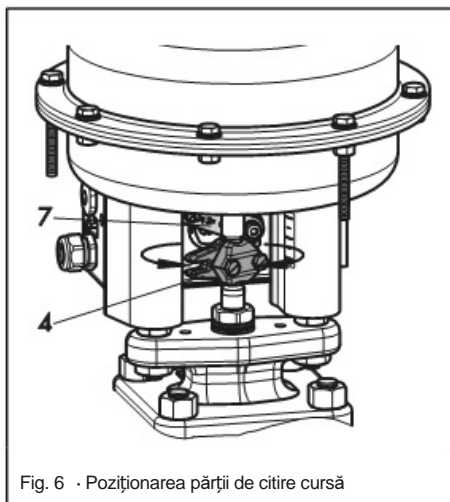

Fig. 6 · Poziționarea părții de citire cursă
4. Apăsați levierul (7 în Fig. 6) în jos, împotriva forței arcului. Rotiți conectorul tijelor astfel încât în piesa de citire cursei să